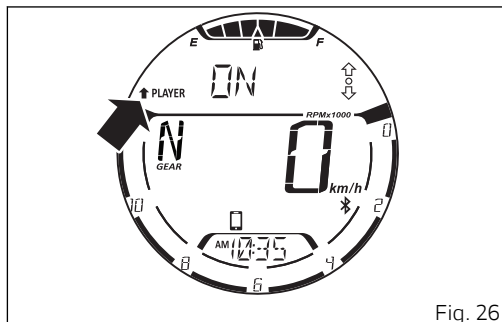

Fig. 26
La función "Gestión del reproductor de música (PLAYER)" una vez que se activa (ON) se visualiza en el interior del menú con la flecha dirigida hacia arriba, seguida por la indicación "PLAYER" y la inscripción "ON" (Fig. 26).